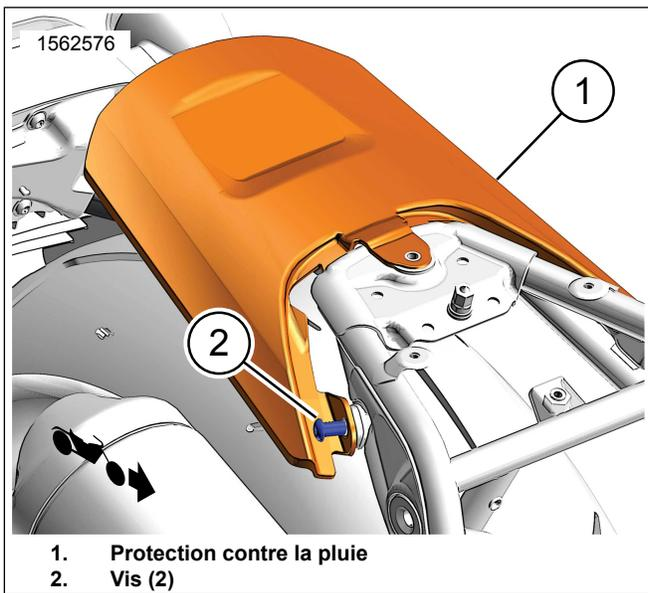

Figure 2. Garde-boue, protection contre la pluie
1. Voir la figure 2. Installer la protection contre la pluie (1).
- a. Serrer les vis (2).